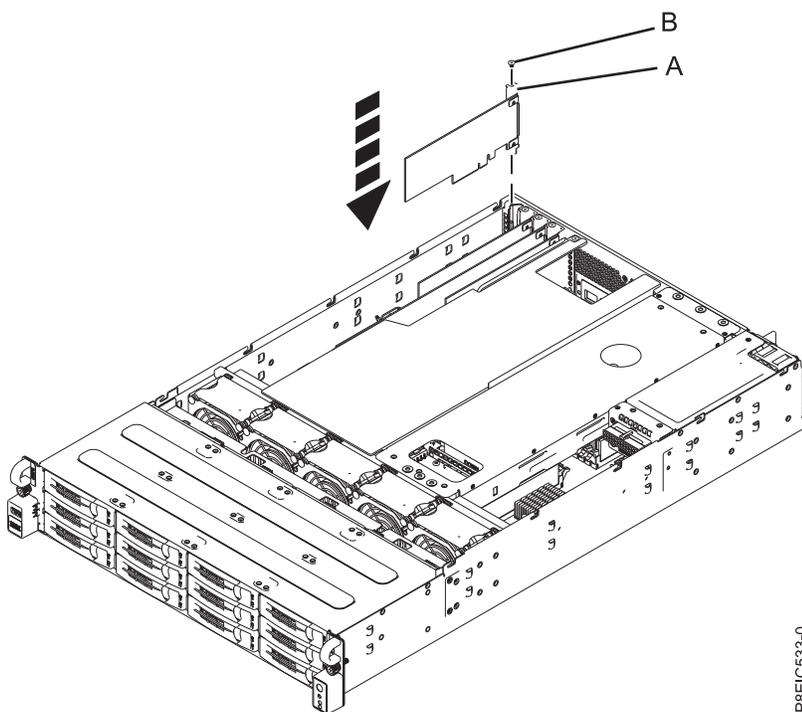

Figura 47. Instalando o adaptador RAID SAS/SATA PCIe3 low-profile 6 Gb (FC EC3Y - PMC 71605E) (A) e o parafuso (B) no sistema
- b. Insira o adaptador RAID (A) no slot do adaptador do painel traseiro do sistema PCIe, alinhando o adaptador adequadamente e inserindo-o completamente no slot.
- c. Insira o parafuso de retenção (B) e aperte-o para prender o adaptador RAID no sistema, conforme mostrado em Figura 47.